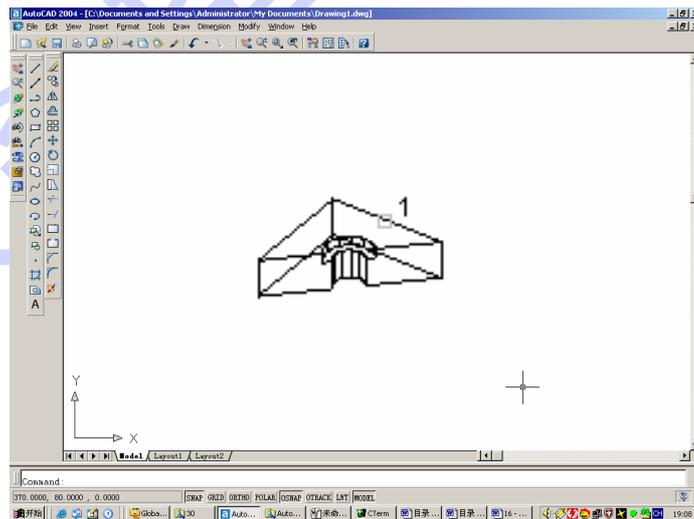

图 16-35 保留平面选取点一侧实体
2) Specify a point on the desired side of the plane 保留平面选取点一侧实体, 如图 16-35 所示。